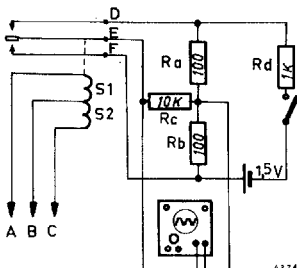

Fig. 18
17) en maak de schakeling volgens fig. 18. De weerstanden Ra en Rb moeten precies aan elkaar gelijk zijn; 100 Ω is hierbij alleen een richtwaarde.